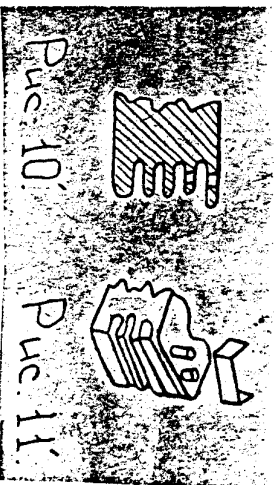

Рис. 10. Рис. 11.
**ВНИМАНИЕ!** Если у Вас машина не "ЗАЗ-968", а другой модификации и на головках блоков нет канала прямоугольного сечения (как показано на рис. 1), а вместо него часто расположено ребро (рис. 10), то второе ребро сверху нужно срезать на 5мм по периметру и, чтобы получить замкнутую полость для циркуляции охлаждающей жидкости, с трех сторон приварить полосу аллюминия такой формы: к первому и третьему ребру (рис. 11). Чтобы была лучшая циркуляция охлаждающей жидкости, сверля два отверстия в верхнем ребре, просверлить их одновременно и во втором ребре (рис. 10). В верхнем ребре к двум отверстиям приварить две алюминиевые трубки, чтобы не нарезать резьбу и не делать специальные штуцера, чтобы производить трубки, чтобы на головках арочно-дуговой сваркой, головку предварительно надо снять с блока двигателя, опустить в воду для хорошего охлаждения так, чтобы не было запыто водой место сварки - в этом случае клапана можно не снимать при сварке. В противном случае надо снять клапана, пружины и втулки.